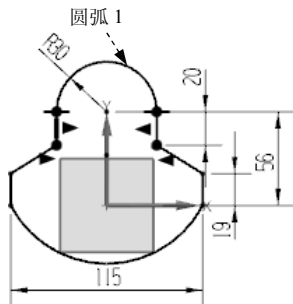
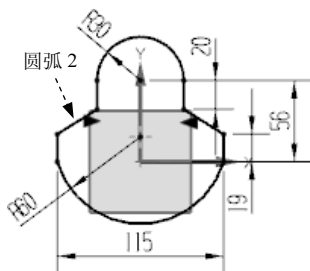

图 5.11.9 半径标注
图 5.11.10 其余半径标注
(3) 标注半径尺寸。选择下拉菜单 **插入(S)** → **尺寸(D)** → **半径(R)...** 命令, 标注圆弧 1 (图 5.11.9), 半径尺寸为 30; 参照上述步骤可标注圆弧 2 (图 5.11.10), 半径尺寸值分别为 60; 此时系统提示**草图已完全约束**。